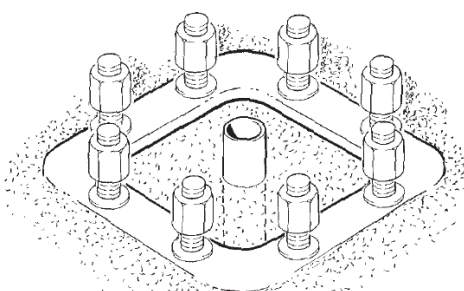

Abb. 19
- Wenn vorgesehen, ist die Einführung eines für den Durchgang des Elektrokabels geeigneten Rohres vorzusehen, um den Auslegerkran mit Strom zu versorgen (Abb. 19).